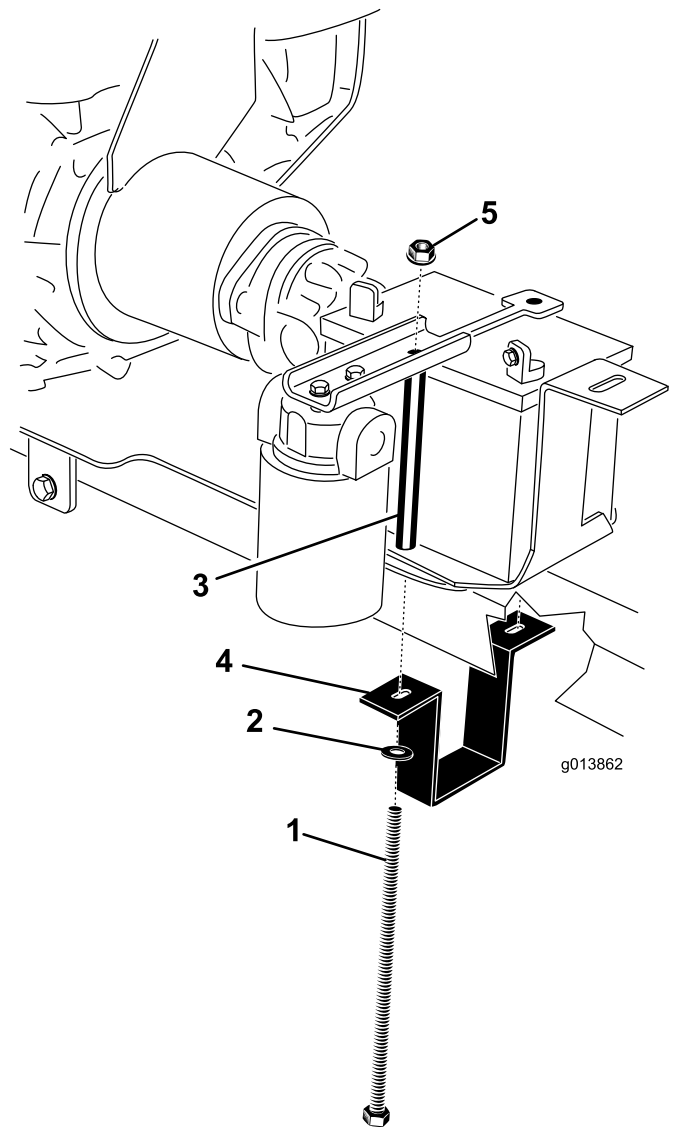

Figura 8
1. Parafuso de bateria (2) 4. Fita de suporte de bateria
2. Anilha (2) 5. Porca flangeada (2)
21. Ajuste o suporte de montagem do motor de forma a que fique apertada no engate. Aperte totalmente os dois parafusos que prendem os suportes de montagem do motor à placa de montagem do motor (Figura 8).
22. Verifique que a placa de montagem do motor está nivelada e aperte completamente os (2) parafusos 1/2 x 5 pol. através dos furos inferiores do suporte de montagem do motor.
23. Coloque a bateria no tabuleiro da bateria, posicionando os terminais como se indica em Figura 8.
24. Posicione o suporte da bateria na bateria (Figura 8).
25. Prenda a correia da bateria em redor do lado inferior do tubo de engate (Figura 8).
26. No lado direito, instale um parafuso da bateria através da anilha, fita de montagem da bateria, placa de montagem do motor, tabuleiro da bateria e suporte. Instale sem apertar uma porca flangeada (Figura 8).
27. No lado esquerdo, instale um parafuso da bateria através da anilha, fita de montagem da bateria, placa de montagem do motor, tabuleiro da bateria, tubo do parafuso da bateria e suporte. Instale sem apertar uma porca flangeada (Figura 8).
29. Desembale o guia de tubos, tubo de retorno hidráulico (tubo n.º 3), tubo de sucção hidráulica (tubo n.º 4), (4) parafusos de 1/4 x 3/4 pol. e (4) porcas de bloqueio flangeadas 1/4 pol..